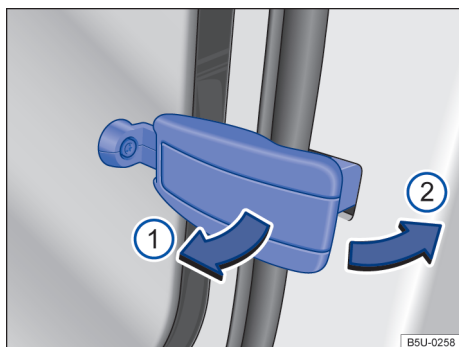

Fig. 69 Fechar o vidro basculante traseiro.
- Puxar a alavanca de travamento no sentido da seta → Fig. 69 ① para dentro.
- Pressionar a alavanca de travamento no sentido da seta → Fig. 69 ② para trás, até que ela se trave e o vidro esteja fechado.